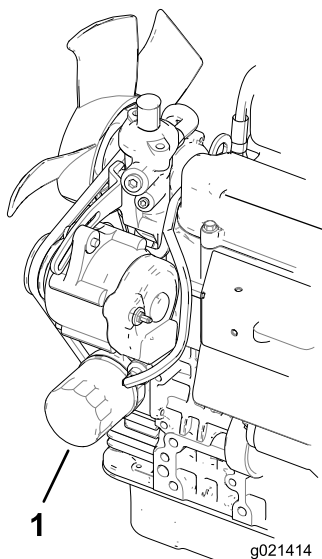

Figura 52
2. Retire el filtro de aceite (Figura 52). Aplique una capa ligera de aceite limpio al filtro nuevo antes de enroscarlo. **No apriete demasiado.**